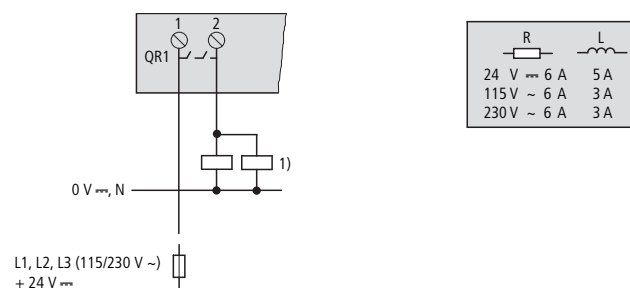

Abbildung 14: Redundanter Relais-Ausgang ES4P-221-DM...
- Verwendung des intern redundanten Relaisausgangs QR1 (ES4P-221-DM...), → Abbildung 14 auf Seite 40.